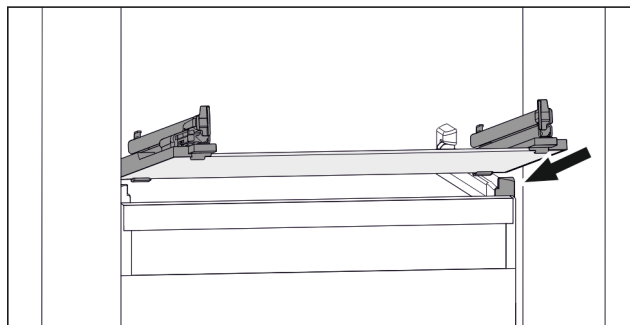

Fig. 103 Przykładowa prezentacja płyty szklanej
- Założyć płytę szklaną pod skosem za stoperami. (patrz Fig. 103)